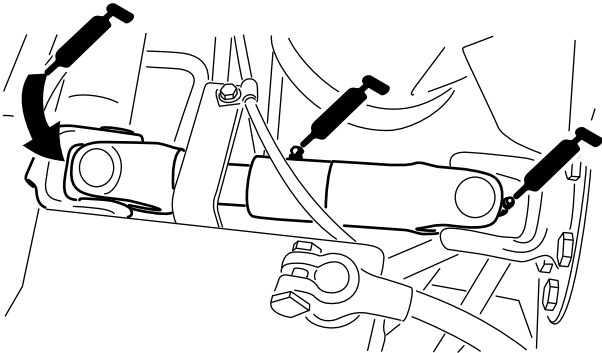

Figura 29
- Articulación de cardán del árbol de transmisión de la bomba (3) (Figura 29)